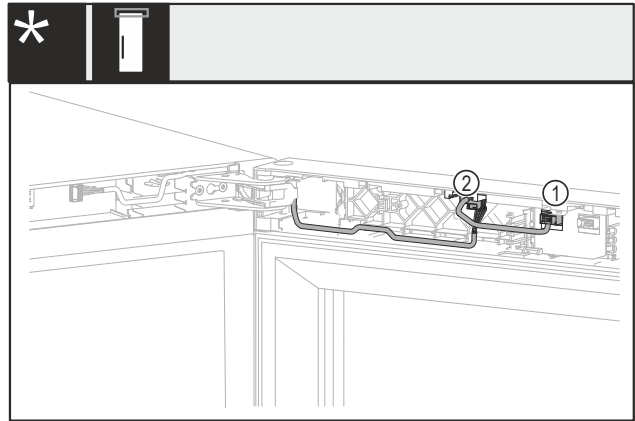

Fig. 19 Ohne Schloss oder mit mechanischem Schloss*
- Stecker Fig. 19 (1) herausziehen.*
- Stecker Fig. 19 (2) herausziehen.*